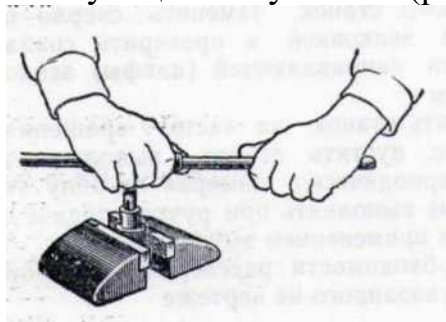

Рисунок 1
1. Развертывать отверстие ручными развертками. Гладкие цилиндрические отверстия обрабатывают развертками с прямыми канавками, отверстия со шпоночным пазом — развертками со спиральными канавками, а отверстия под конические штифты — коническими развертками соответствующей конусности (рисунок 1).